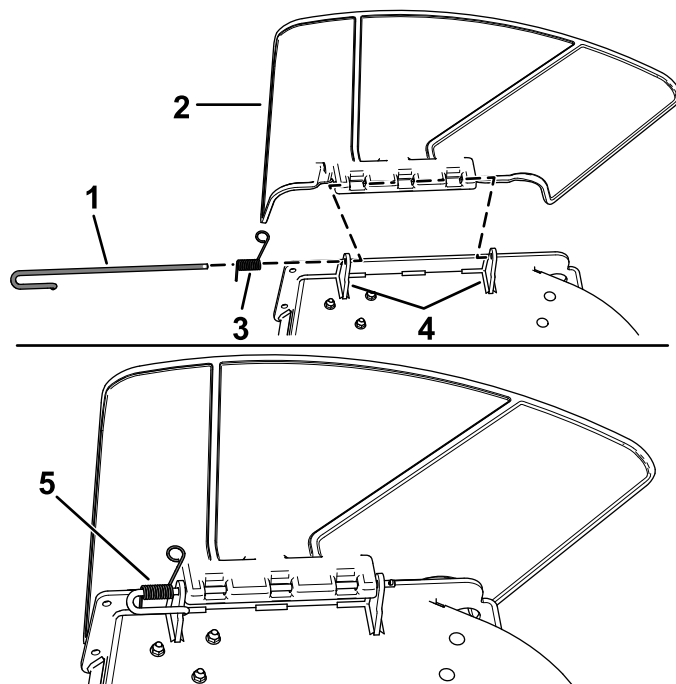

Figura 75
1. Instale o contrapino (Figura 75).
2. Desengate a mola da ranhura no suporte do defletor e deslize a barra para fora dos suportes soldados da plataforma, mola e defletor de descarga (Figura 75).
9. Instale o contrapino (Figura 75).